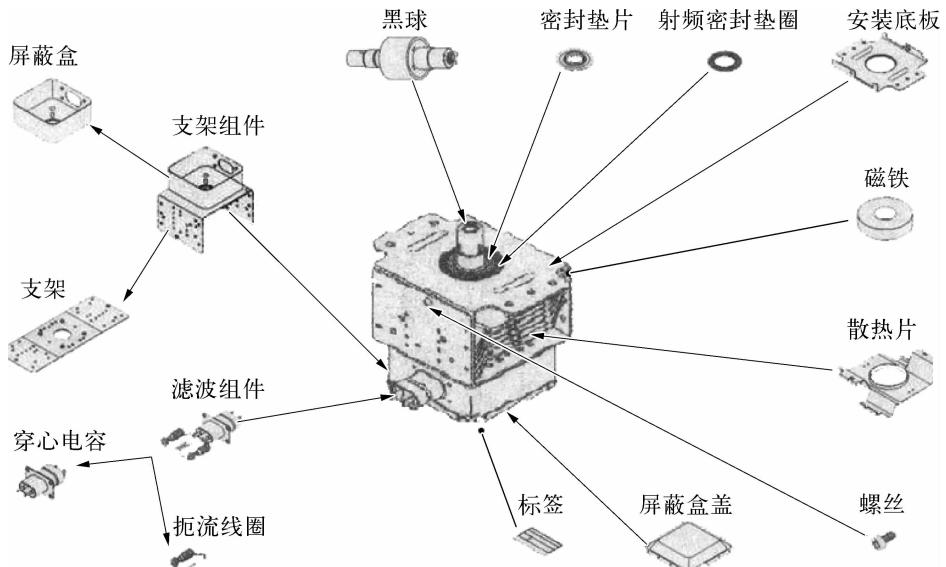

图 2-2-12 磁控管的管外结构
(1) 磁控管的管外结构 磁控管的管外结构如图 2-2-12 所示, 主要由黑球、密封垫片、安装底板、磁铁、散热片、螺丝、屏蔽盒盖、滤波组件、穿心电容、扼流圈、支架、支架组件、屏蔽盒等组成。
(2) 磁控管的管内结构 磁控管的管内结构主要由黑球、白球和天线帽等组成。